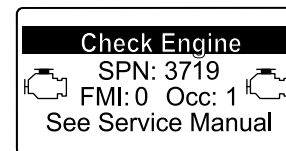

Figura 55
- Si es necesario realizar una regeneración de recuperación, el InfoCenter muestra la advertencia del motor SPN 3719, FMI 16 (Figura 55) y el ordenador del motor reduce la potencia del motor al 85%.